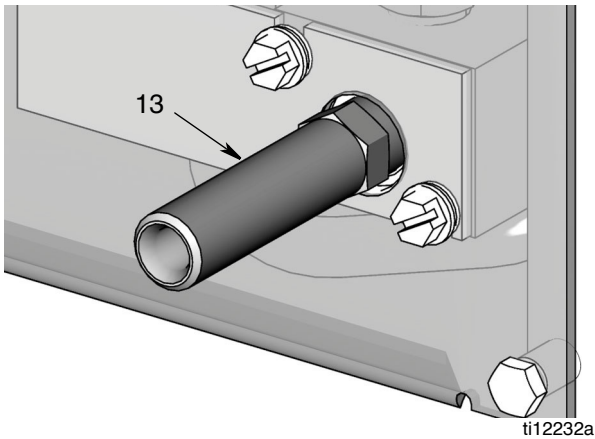

Рис. 19
9. Подсоедините ниппель (13) к распределителю (14) через большое отверстие на передней панели (107) (Рис. 19).